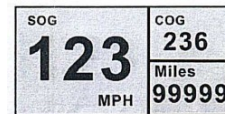

Fig.4
- a) Das Display zeigt sofort nach dem Einschalten der Betriebsspannung „GPS LOADING“ und signalisiert damit, dass GPS-Signale empfangen und ausgewertet werden. Dieser Vorgang dauert ca. eine Minute. Danach erfolgt der Wechsel in den normalen Anzeigemodus (Fig. 4);
1. Cut an 85mm (3 3/8") hole in the panel (II) allow a clearance of 55mm (2 3/16"). behind the panel.
2. Remove fastening ring (I), insert gauge from front. Tighten gauge (III) using fastening ring (I)
3. Insert the wire harness (IV) firmly in the gauge (III)
5. Securely fasten the GPS antenna (V), preferably outdoors (or inside front windscreen) so that it has a clear view of the sky to pick up satellite signals. Connect the antenna cable to socket on the gauge. Do not cut cable.
- a. The gauge displays GPS LOADING..... when it is sampling the signal, it enters the normal display mode in about 1 minute(FIG.4);